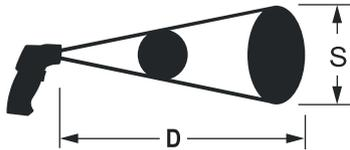

Abb. 1
- Das Messobjekt muss größer als der IR-Messfleck **S** (Abb. 1).
- Das Messobjekt sollte mindestens doppelt so groß wie der IR-Messfleck **S** sein (Abb. 1).
- Das D:S Verhältnis liegt bei 6:1. Bei einem Abstand **D** von 6 cm beträgt die Größe des IR-Messflecks **S** 1 cm (Abb. 1).